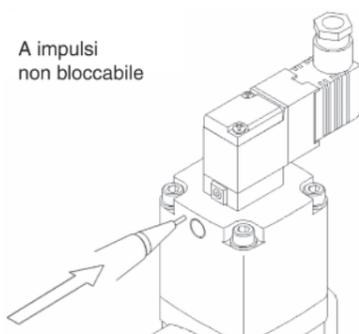
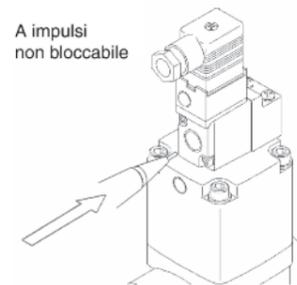

Fig. 3
Fig. 4
- A impulsi non bloccabile (vedere Fig. 3 e Fig. 4) Premere il pulsante dell'azionamento manuale con un cacciavite a punta fine fino all'arresto. Mantenere questa posizione per la durata del controllo (posizione ON). Rilasciare il pulsante e l'azionamento automatico verrà reimpostato in posizione OFF.